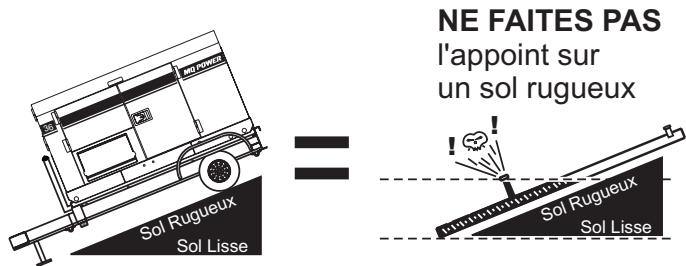

Figure 31. Faites L'appoint Uniquement Sur un Sol Plat
1. **Niveau de Récipients** - Assurez-vous que les éléments à carburant sont au même niveau que le sol. Le non de cette instruction provoque un jaillissement de carburant du réservoir avant que ce dernier ne remplisse (Figure 31).